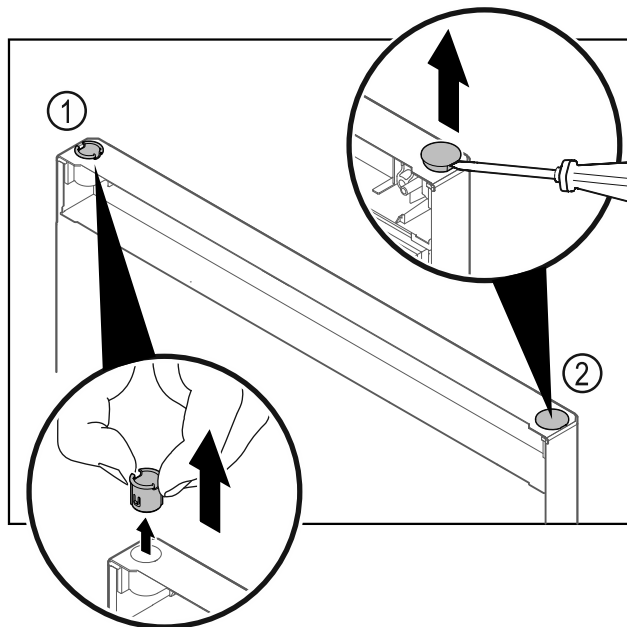

Fig. 27 Πόρτα τμήματος συντήρησης
- ▶ Τραβήξτε έξω την υποδοχή μεντεσέ Fig. 27 (1) με τα δάχτυλα.
- ▶ Ανασηκώστε προσεκτικά την τάπα Fig. 27 (2) με ένα ίσιο κατσαβίδι και τραβήξτε την έξω.